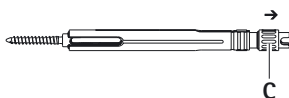

Rys. 5
- Tuleję zewnętrzną A przesunąć w kierunku śruby pedikularnej i za pomocą śruby zaciskowej C zacisnąć śrubę pedikularną w tulei zaciskowej 2, patrz Rys. 5.